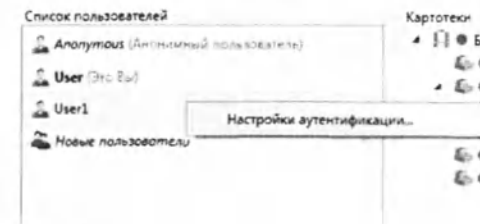

Рис. 110
- Изменение учетных данных пользователя. Администратор может изменить способ аутентификации, пароль, учетную запись пользователя Windows для любого пользователя, кроме анонимного. Для этого достаточно нажать правой кнопкой на элемент в списке пользователя и выбрать пункт **Настройки аутентификации...** (рис. 110).